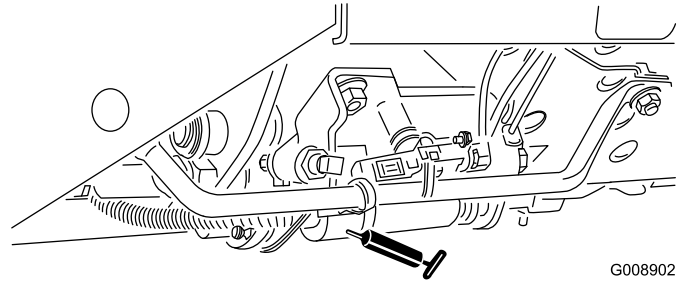

Bild 64
- Mähen-/Transportschieber (Bild 64)